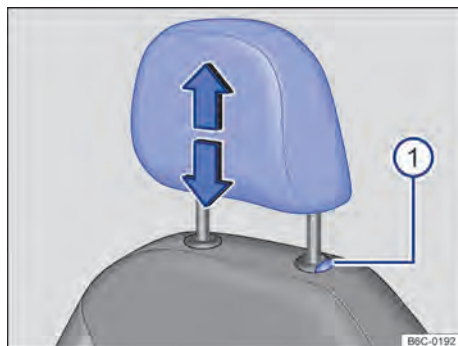

Fig. 68 Apoio para cabeça dianteiro: desinstalar.
- Retirar o apoio para cabeça com o botão → Fig. 68 ❶ pressionado.
- Empurrar o apoio para cabeça totalmente para baixo com o botão → Fig. 68 ❶ pressionado.